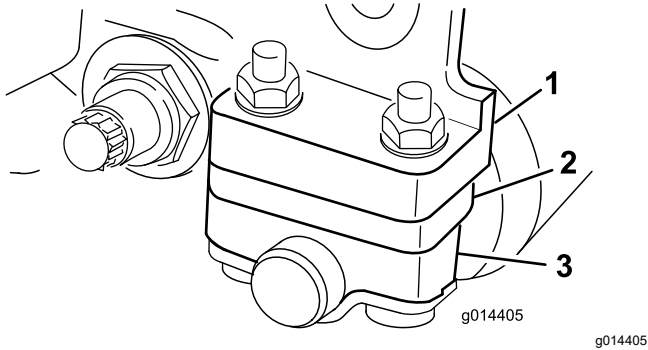

Figura 12
1. Regolate le staffe del rullo posteriore in base all'altezza di taglio desiderata posizionando il numero di distanziali necessari sotto la flangia di montaggio della piastra laterale (Figura 12) conformemente a Tabelle di selezione altezza di taglio e controlama (pagina 16).